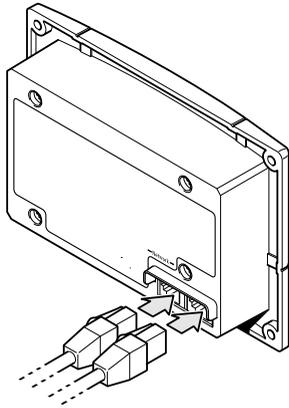

Figura 2-6 Conexión de los cables de red
5. Conecte los cables Xanbus (y las terminaciones si es necesario) a las entradas de red de la parte trasera del SCP. Consulte Figura 2-6.
4. Conecte los cables Xanbus (y las terminaciones si es necesario) a las entradas de red de la parte trasera del SCP. Consulte Figura 2-6.